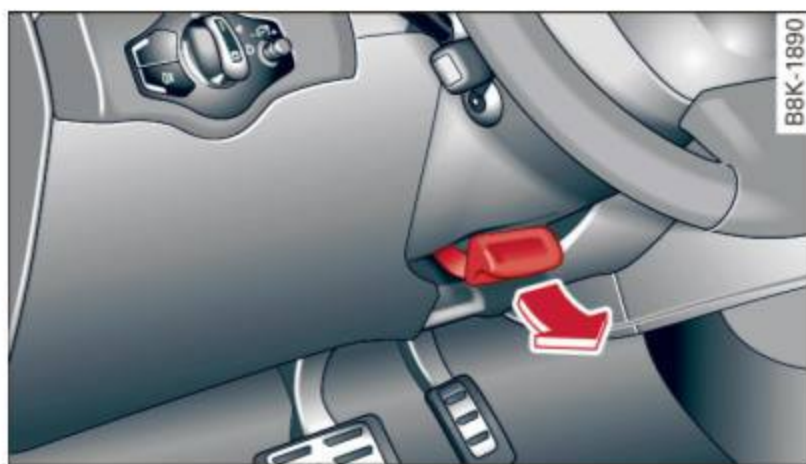

Fig. 87 Levier sous la colonne de direction
- ▶ Tirez le levier ⇒ *fig. 87* ⇒ .